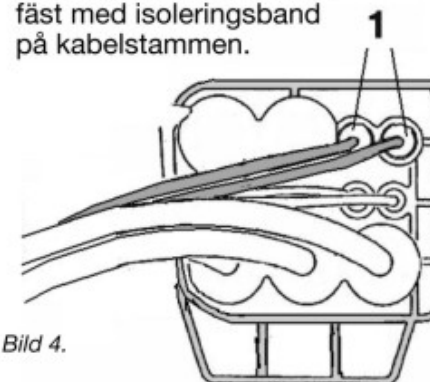

Bild 4.
15. Avlägsna kabelklämmorna ur kammare 1 och 2 (*bild 4*)